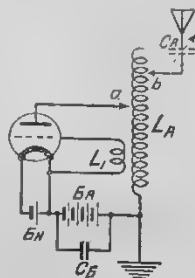

Рис. 3. Схема генератора, допускающая изменение волны (движок б) антенного контура и его сопротивления (движок а).
ветви, что и емкость. Тогда сопротивление контура будет выражаться более сложной формулой, чем приведенная раньше. Оно будет зависеть не только от общей величины самоиндукции контура, но и от положения ползунка (а) на катушке. Оставляя неизменной емкость и общую самоиндукцию контура, мы можем, стало быть, изменить в известных пределах сопротивление контура, передвигая ползунок по катушке и почти не меняя при этом волны. Такой способ изменения Z является очень удобным, когда мы имеем дело с антенной вместо конденсатора (рис. 3). Наша цель заключается в максимальном повышении дальности передатчика. Опыт-таки наибольшая мощность извлекается, когда сопротивление антенного контура (Z) приблизительно равно внутреннему сопротивлению лампы (R_i). Подбор годного сопротивления Z производится передвижением ползунка по антенной катушке и лишь в крайнем случае — изменением емкости антенны, — вряд ли может кому-либо улыбнуться перспектива частой переделки антенны. В маломощных любительских передатчиках можно еще изменять и емкость, включая в антенну переменный конденсатор по схеме «Короткие волны» (как показано на рис. 3 пунктиром, — в станциях большой мощности такой способ бывает подчас довольно затруднительным).